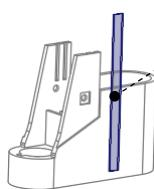
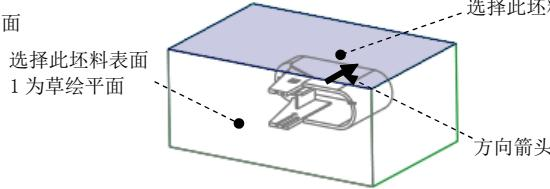

图 19.28 创建拉伸曲面
图 19.29 定义草绘平面
(6) 在“拉伸”操控板中单击 按钮，完成特征的创建。
Step5. 通过拉伸的方法创建图 19.28 所示的曲面。
(1) 为了使屏幕简洁, 将 Stage3、Stage4 创建的镶块体积块 INSERT_01、INSERT_02 遮蔽起来, 同时将坯料的遮蔽取消。
(2) 单击**编辑模具体积块**操控板 **形状** ▼ 区域中的 按钮, 此时系统弹出“拉伸”操控板。
(3) 定义草绘截面放置属性。右击, 从弹出的菜单中选择**定义内部草绘...**命令; 在系统 的提示下, 选取图 19.29 所示的坯料表面 1 为草绘平面, 接受图 19.29 中默认的箭头方向为草绘视图方向, 然后选取图 19.29 所示的坯料表面 2 为参考平面, 方向为**上**, 单击**草绘**按钮, 此时进入草绘环境。